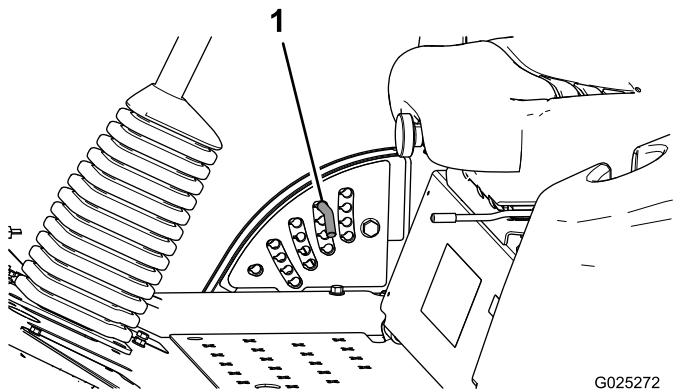

Рисунок 4
2. Поверните стопорный штифт так, чтобы его выступы совпали с прорезями в отверстиях кронштейна высоты скашивания, и извлеките штифт (Рисунок 4).
высоте скашивания, вставьте штифт и, нажимая на него, поверните до фиксации в отверстии (Рисунок 4).
Примечание: В кронштейне есть четыре ряда отверстий (Рисунок 4). Верхний ряд обеспечивает высоту скашивания, указанную над штифтом. Второй ряд обеспечивает указанную высоту скашивания плюс 6 мм. Третий ряд обеспечивает указанную высоту скашивания плюс 12 мм. Нижний ряд обеспечивает указанную высоту скашивания, плюс 18 мм. Для положения 127 мм есть только одно отверстие, расположенное во втором ряду. Это положение соответствует высоте скашивания 127 мм, и 6 мм к нему не добавляется.